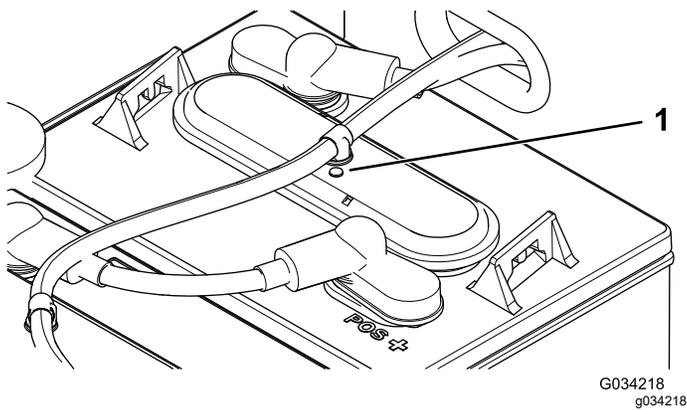

Figura 39
- Controllate gli occhielli su ciascuna delle batterie per vedere se sono neri o bianchi (**Figura 39**).